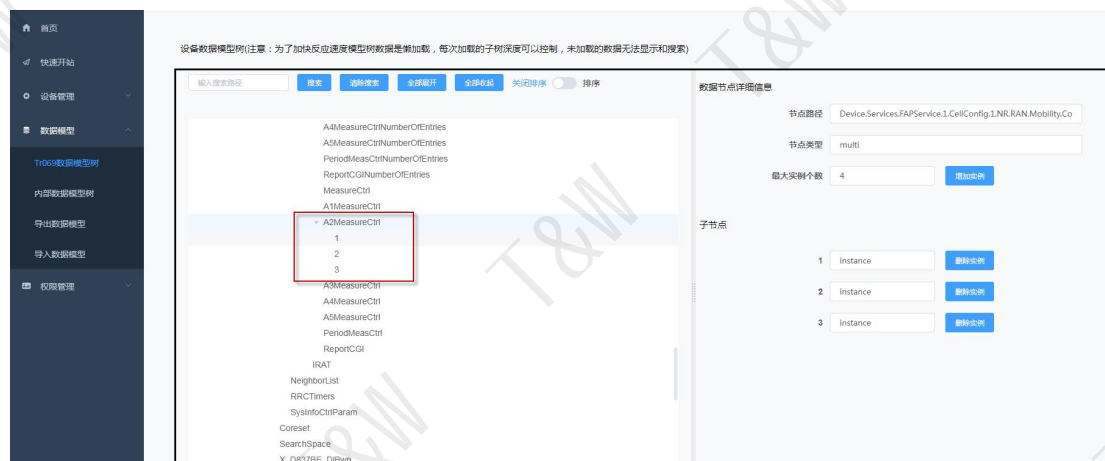

图 3-14 A2 事件
1. 基站启动异频/异系统测量由 A2 事件触发，如图 3-14 所示，A2 事件一共有 3 组配置，分别用于不同的场景：